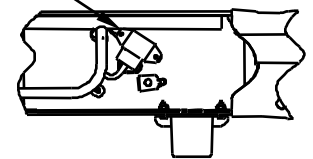
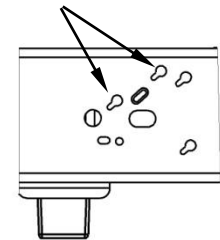

Figure 2a
Figure 2b
2. **Camionnettes équipées d'une commande de freins de remorque d'origine :** Replacer la prise électrique située sur l'intérieur du longeron côté conducteur au-dessus de la roue arrière (Figure 2a). La prise doit être enlevée en desserrant deux boulons situés sur l'extérieur du cadre puis en poussant leur tête à travers les fentes en trou de serrure, comme illustré à la Figure 2b. Fixer la prise sur la cornière fournie avec le nécessaire de montage. Le support sera fixé sur l'intérieur du cadre à l'aide d'un boulon de 5/8 po lors d'une étape ultérieure.